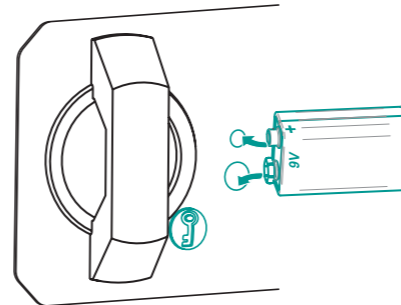

Рис. 5.4
- Аккуратно, соблюдая полярность, прижмите батарею питания своими контактами к контактам разъема резервного питания (6), и удерживайте её в таком положении см. Рис. 5.4.